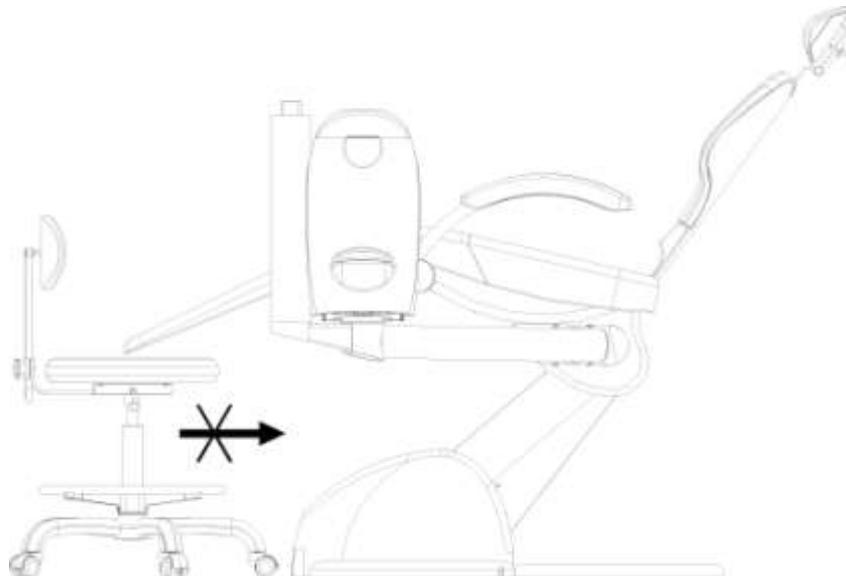

рис.9
- запрещается помещать какие-либо предметы под сиденье кресла. Несоблюдение этого правила может привести к травмам или порче оборудования (рис.9).